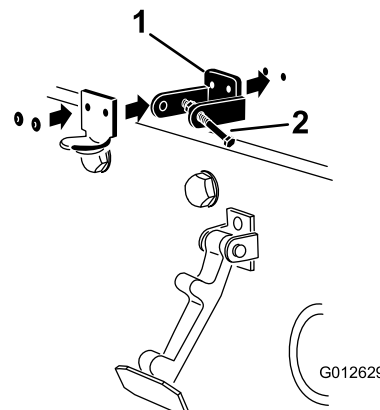

Figure 4
3. Alignez les trous de montage et positionnez le support de loquet CE et le support de loquet du capot sur le capot. Le support de loquet doit être appuyé contre le capot (Figure 4). Ne retirez pas le boulon et l'écrou du bras du support de verrouillage.
5. Rivez les supports et les rondelles sur le capot (Figure 4).